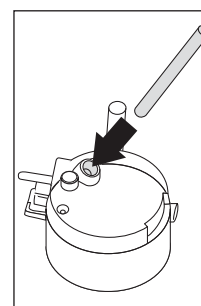

Fig. 31
- ▶ Certifique-se de que o tubo de entrada está corretamente introduzido na anilha de borracha (Fig. 31) em seguida, volte a colocar a tampa do recipiente para leite.